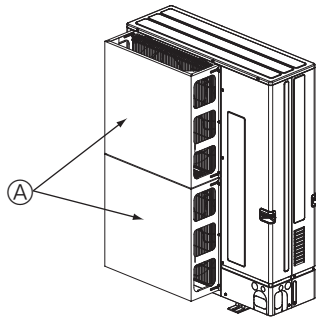

Fig. 2-5
- ② Instale uma guia de protecção de ar opcional se a unidade estiver instalada num local sujeito a fortes ventos, como no caso de tufões, etc., que possam entrar directamente na saída de ar. (Fig. 2-5)